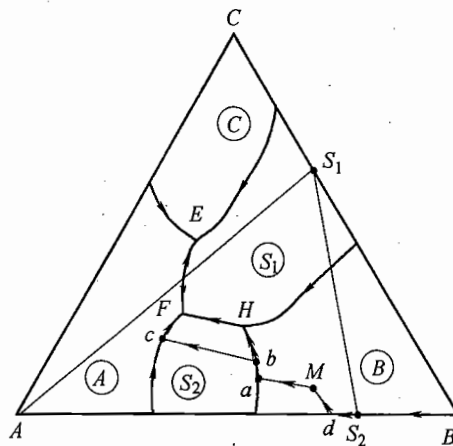

图 23-2 第七题解答图
2. 见图 23-2。
5. M 点析晶路程见图 23-2 (有穿 S_2 的相区)。